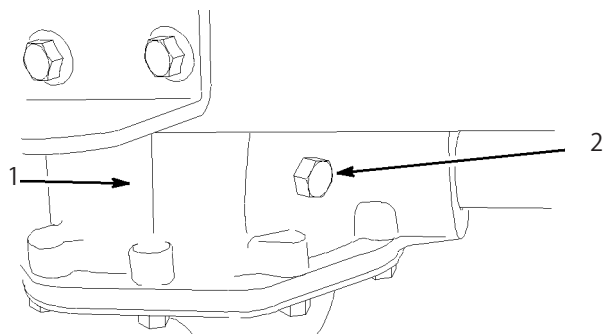

図40
2. トランスアクスルについている点検ボルトを外す (図40)。オイルのがボルト穴の下まであれば適正である。